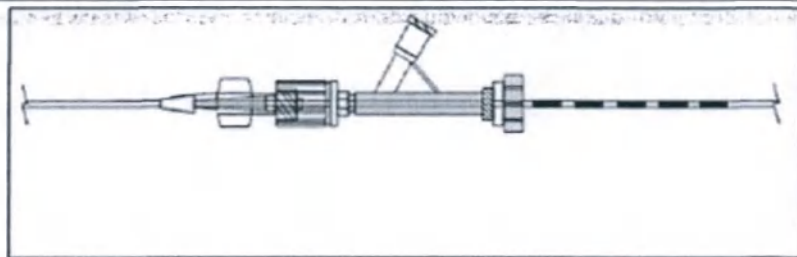

Figure 5: Fluoro saver markers reaching the proximal end of the RHV on the microcatheter (Note: applies to 150 cm microcatheters only)
8. Advance the microcoil system through the infusion microcatheter until you see the fluoro saver marker on the DPU wire approaching the RHV. The microcoil delivery system includes a group of five (5) fluoro saver markers on the shaft of the device. The markers are intended to indicate when the tip of the embolic coil is approaching the tip of the microcatheter when used with a 150 cm long microcatheter in conjunction with an RHV. When the distal-most marker reaches the proximal end of the RHV on the microcatheter, the tip of the coil is approaching the tip of the microcatheter, and fluoroscopy guidance should be used to guide further coil insertion. (See Figure 5). Continually verify the Microcoil System's progress and final position in the aneurysm using fluoroscopic guidance.
указывать момент, когда эмболизирующая спираль приближается к кончику микрокатетера в тех случаях, когда с клапаном RHV используется микрокатетер длиной 150 см. Когда наиболее дистально расположенный маркер достигает проксимального конца клапана RHV, расположенного на микрокатетере, кончик спирали приближается к кончику микрокатетера, и в этом случае нужно прибегать к помощи рентгеноскопии для дальнейшего продвижения спирали (см. рисунок 5). Необходимо постоянно проверять продвижение системы микроспираль и ее конечное положение в аневризме, используя рентгеноскопию.
Рисунок 5: Рентгеноскопические маркеры у проксимального конца клапана RHV на микрокатетере (Примечание: эти маркеры относятся только к микрокатетерам длиной 150 см)